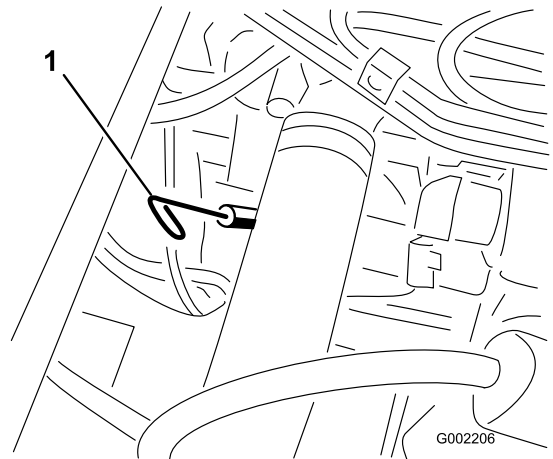

图18
2. 取出乘客座椅下面的量油尺、并用干净抹布擦拭 (图 18)。将量油尺插入量油尺管道中、并确保它完全插入。取出量油尺并检查机油油位。